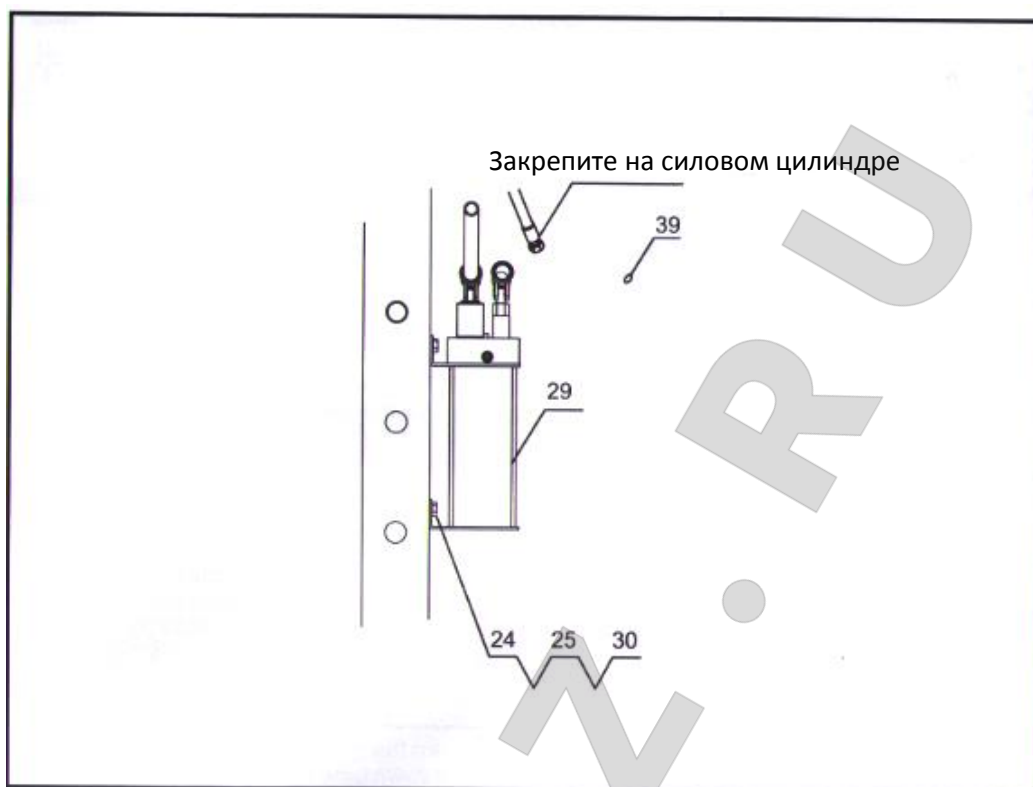

Рис. 2
3. Закрепите насос (29) на правой стойке болтами (30), с шайбами (24) и гайками (25). Закрепите шланг на силовом цилиндре, установив уплотнительное кольцо (39). См. рис. 2.